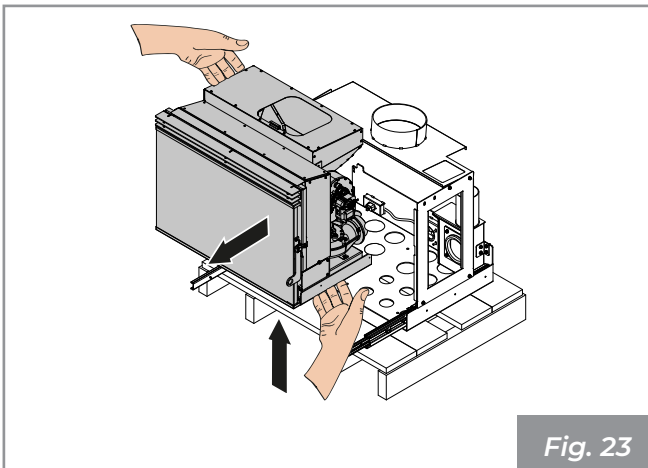

Fig. 23
- Soulever la machine et la retirer des rails (**Fig. 23**) ;